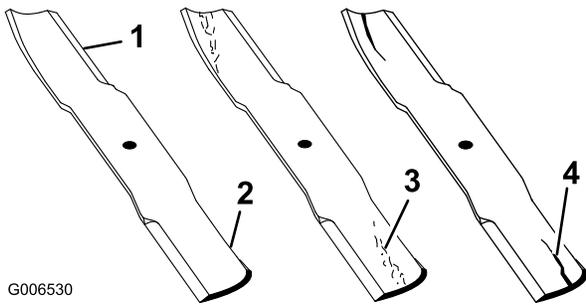

Figura 48
1. Inspeccione los filos de corte (Figura 48). Si los bordes no están afilados o tienen mellas, retire las cuchillas y afílelas; consulte Cómo afilar las cuchillas.
2. Inspeccione las cuchillas, especialmente la parte curva (Figura 48). Si observa daños, desgaste o la formación de una ranura en esta zona (elemento 3 en la Figura 48), instale inmediatamente una cuchilla nueva.